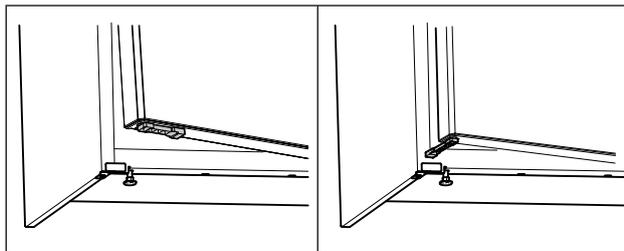

Fig. 57*
- ▶ Türöffnungsbegrenzer um 90° drehen. (siehe Fig. 57) *